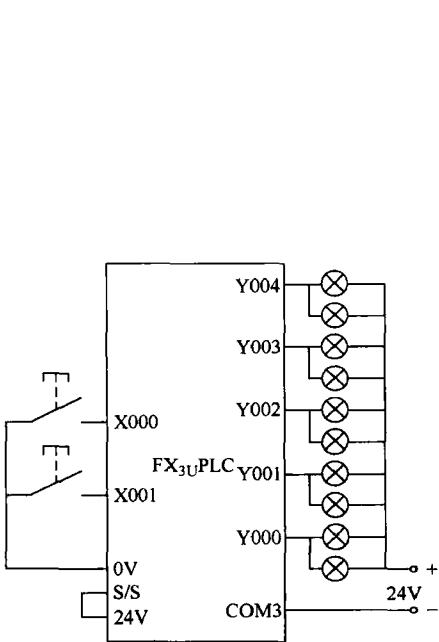

图 3-25 按钮人行道接线图
(2) I/O 分配和 I/O 接线图 X000、X001：人行道按钮；Y000：车道绿灯；Y001：车道黄灯；Y002 车道红灯；Y003：人行道绿灯；Y004：人行道红灯。接线图如图 3-25 所示。